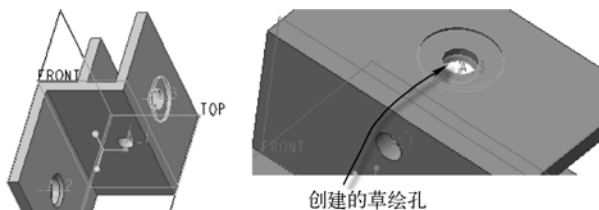

图 4-16 创建的草绘孔
- 8 在“孔”选项卡中单击“完成”按钮 ，完成创建的草绘孔如图 4-16 所示。